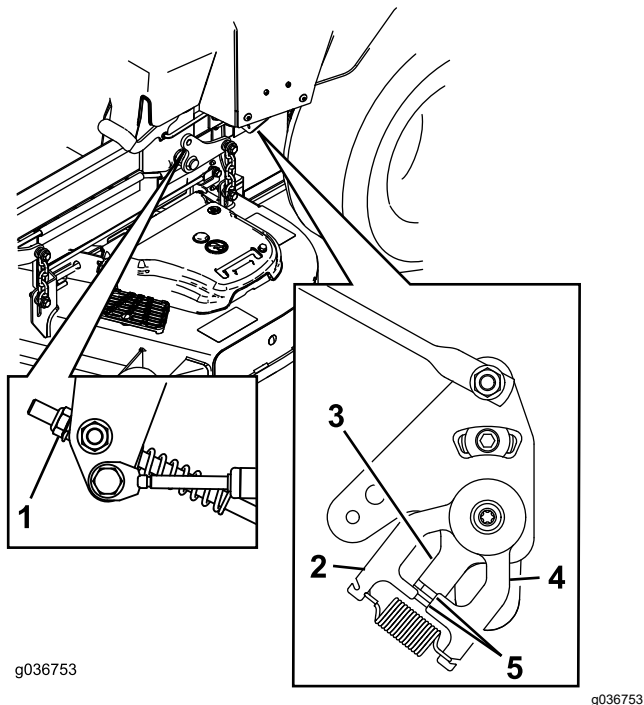

Figura 68
- Ajuste la longitud de las varillas de control de la bomba girando la tuerca en el sentido apropiado hasta que la ruedas se muevan ligeramente en marcha atrás (Figura 68).